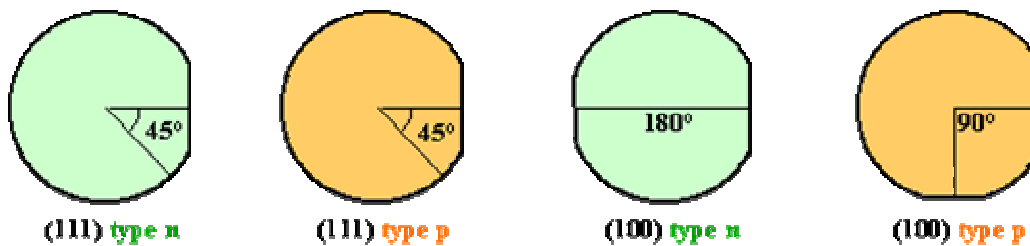

Fig 2. Orientation cristallographique d'une plaquette de silicium
-Les principaux paramètres qui définissent chaque plaquette (Fig2.) sont: